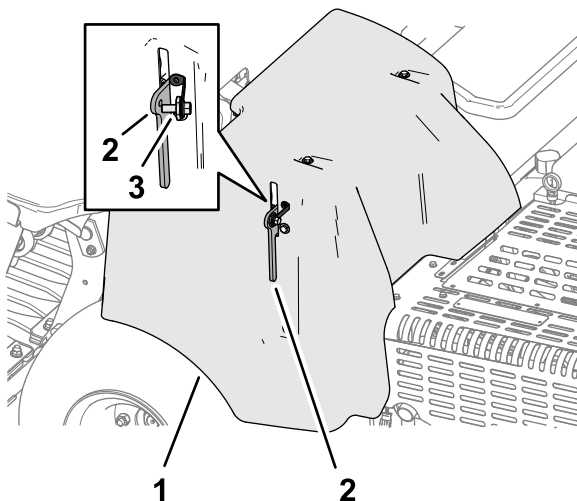

**Figura 146**
3. Baje totalmente la manivela del cierre para fijar la cubierta (Figura 146).